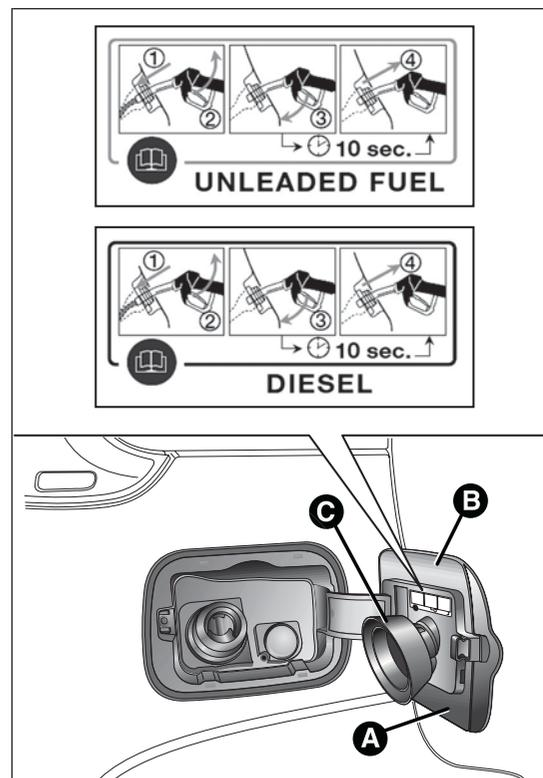

fig. 79
La procédure de ravitaillement décrite ci-après est illustrée sur la plaquette B fig. 79 placée à l'intérieur de la trappe à carburant. La plaquette reprend aussi le type de carburant (UNLEADED FUEL = essence, DIESEL = gazole).
- ouvrir la trappe A fig. 79 en la tirant vers l'extérieur ;
La trappe A fig. 79 est munie d'un soufflet cache-poussière C qui, trappe fermée, empêche tout dépôt d'impuretés et de poussière sur l'extrémité du goulot.